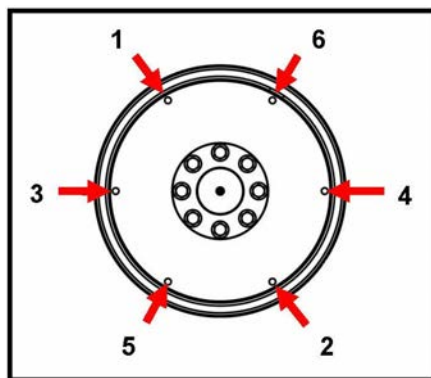

图 15. 固定顺序
10. 按照所示顺序拧紧螺栓以将耦合盘固定到飞轮上 图 15 位于页面 目录 24。